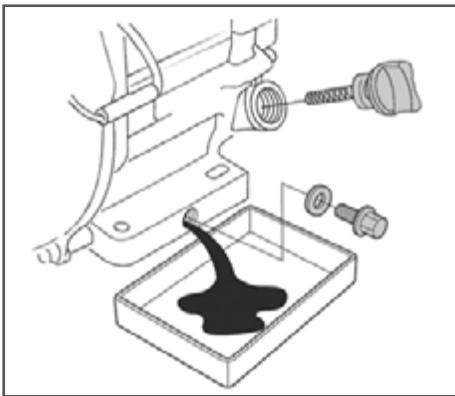

Рис. 15 Замена масла в двигателе
- Очистите от загрязнений зону вокруг маслозаливной горловины. Извлеките крышку-щуп из маслозаливной горловины (Рис. 15) и протрите щуп чистой ветошью.
- Открутите пробку для слива масла и слейте отработанное масло в подготовленную для этого емкость (Рис. 15).